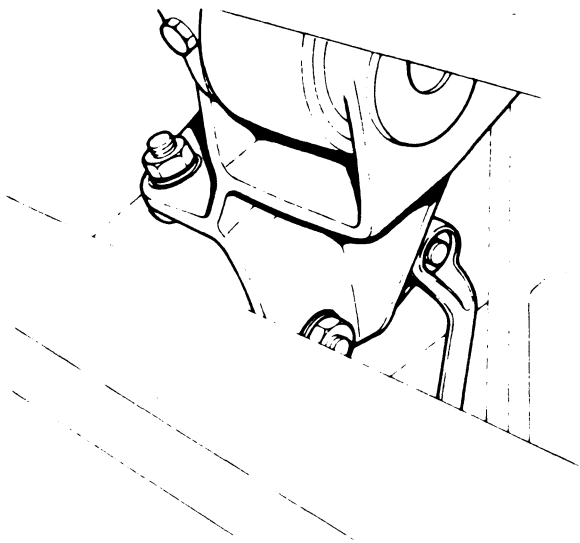

Fig. 17
- Draai de moer van de cilinderkoppen en tik deze uit. Maak daarna de kabinescharnieren los van de chassisbalken (Fig. 17). De kabine kan nu afgenomen worden. Leg hierbij wat poetslappen op de bumper zodat de koplampplaten deze niet kunnen beschadigen bij het tillen van de kabine.